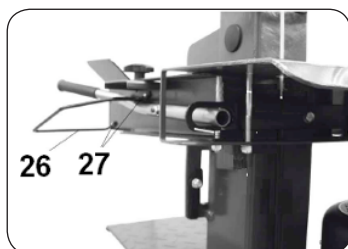

Figura 4
3. Os arcos de protecção (26) em ambos os Protectores da pega são sempre montados usando 2 parafusos Philips (27). (Figura 4)